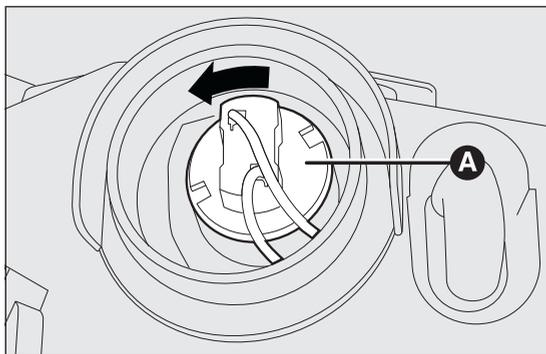

fig. 111
- ruotare in senso antiorario il portalampane A fig. 111 e sfilarlo;